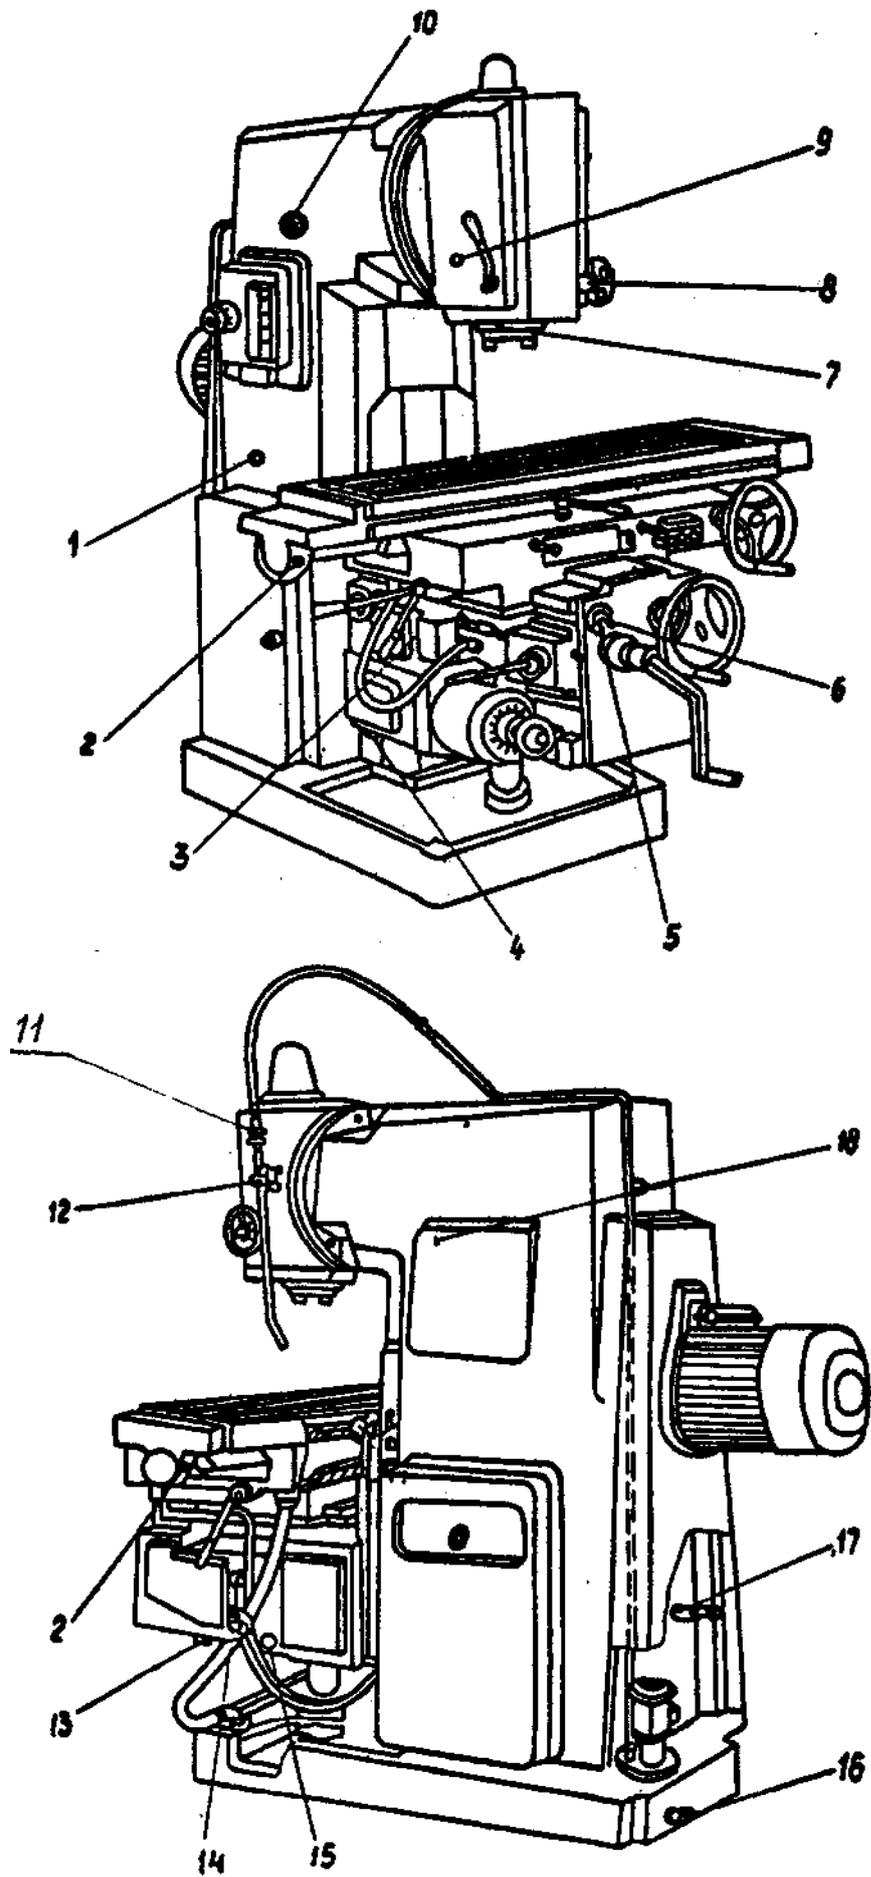

Рис. 36. Схема смазки станка.
8.1. Схема расположения точек смазки показана на рис. 36.
- нажатием на кнопки 5 и 6 (рис. 36) смазать направляющие;